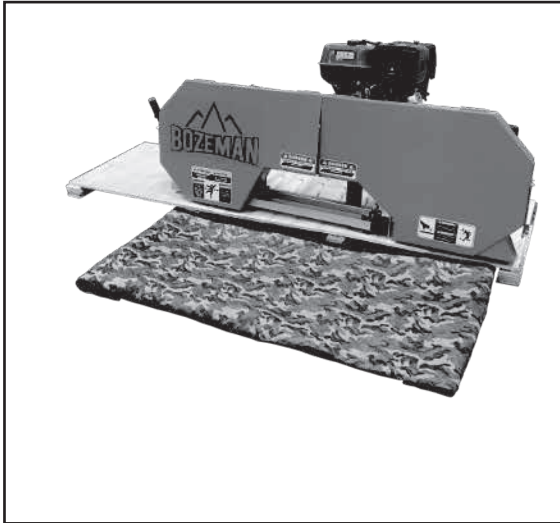
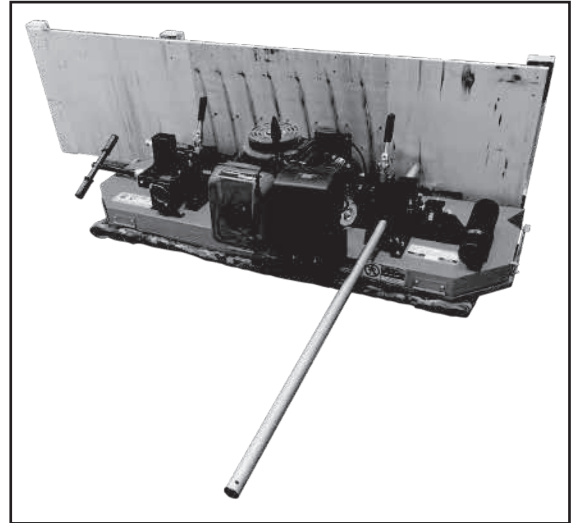

Fig. 26
Fig. 27
Étape 14 : Retirer le fond de la caisse. Placez une couverture mobile à l'avant de la tête de la scierie et du fond de la caisse, comme indiqué (fig. 26). Vérifiez que les verrous de porte de la roue de la lame sont verrouillés, puis placez le tube de la poutre de poussée dans le carré. Réceptacle du support de tube (fig. 27). Avec deux personnes, l'une utilisant le tube de poutre de poussée comme levier, placez lentement la tête de la scierie sur la couverture des portes de roue de la lame. (fig. 27). Le fond de la caisse peut maintenant être retiré avec précaution.